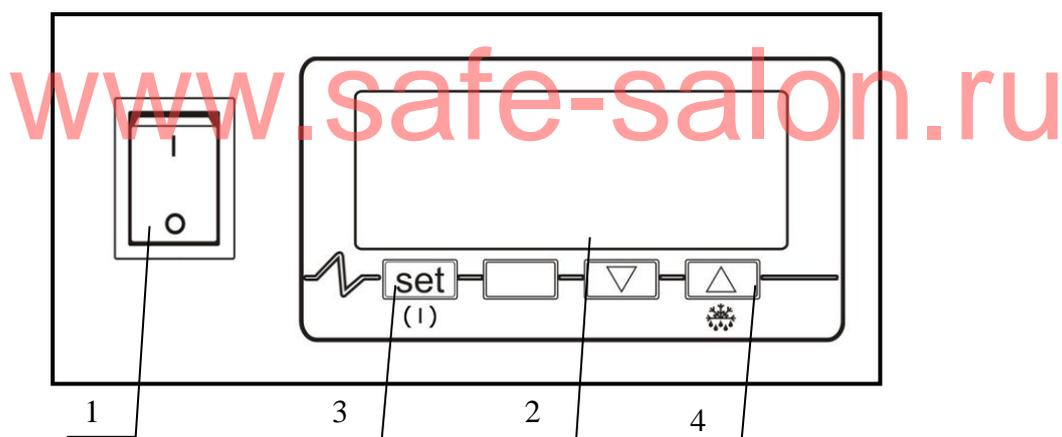

Рис. 1
Снять напряжение с электророзетки. Вставить вилку в электророзетку и подать напряжение на розетку. Включить витрину нажатием кнопки (позиция 1 рис. 1), (при этом загорится подсветка выключателя) и агрегат начнет работать. Примерно через час работы температура
Внутреннее освещение витрины обеспечивается специальной флуоресцентной лампой, отличающейся низким выделением тепла, экономным потреблением электроэнергии и повышенной яркостью. Включение освещения осуществляется нажатием кнопки (позиция 2 рис.1).
6. после высыхания витрины, вставить вилку в розетку подать напряжение на розетку, включить агрегат кнопкой (поз.1рис.1).